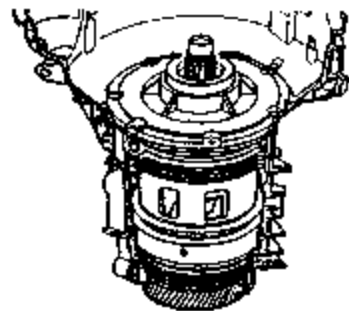

图 7-91 装入 ATF 泵的密封圈
19) 装入 ATF 泵的密封圈，把 O 形圈放到 ATF 泵上，均匀交叉地拧紧螺栓，拧紧扭矩为 $8\text{N} \cdot \text{m} + 90^\circ$ 。如图 7-91 所示。